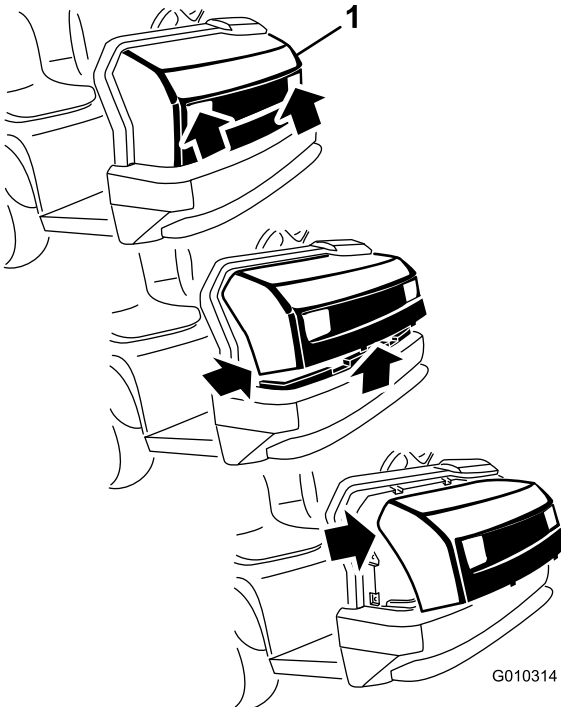

Figure 1
5. Saisissez le capot par les ouvertures des phares et soulevez-le pour dégager les pattes de fixation inférieures des fentes du pare-chocs (Figure 1).
6. Faites pivoter le bas du capot vers le haut jusqu'à ce que vous puissiez dégager les pattes de fixation supérieures des fentes du cadre (Figure 1).
7. Pivotez le haut du capot en avant et débranchez les connecteurs des fils des phares (Figure 1).